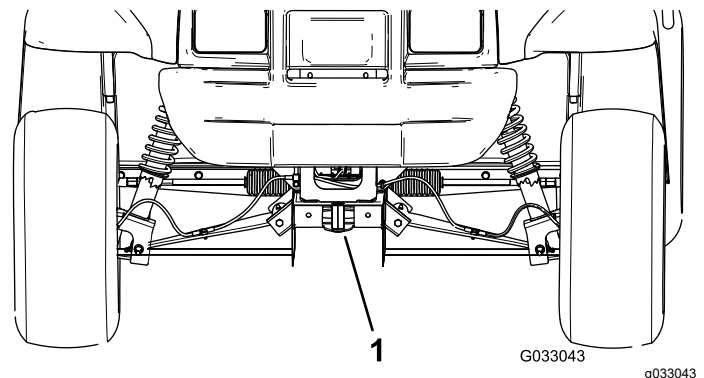
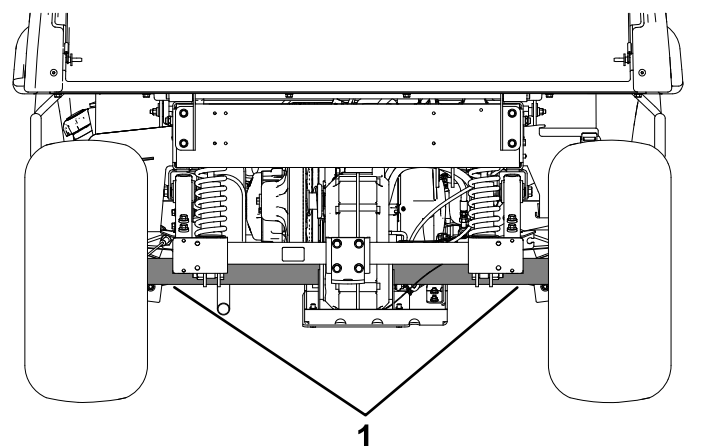

Figura 18
Figura 19
Vedere Figura 18 e Figura 19 per conoscere la posizione dei punti di attacco sulla macchina.
2. Fissate una fune di traino al timone sulla parte anteriore del telaio della macchina (Figura 18).